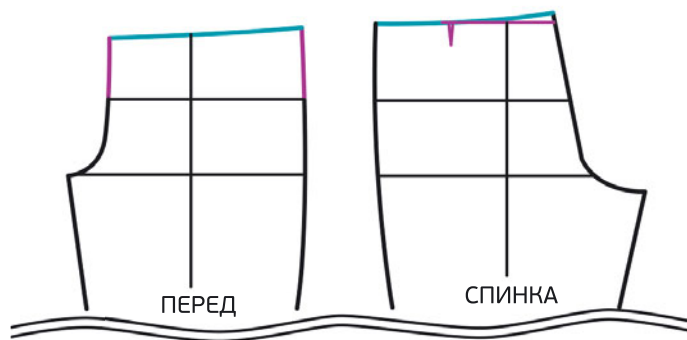

РИС. 3
- линия синим цветом (рис. 3) расположена примерно на промежуточной линии бедер (около 10 см ниже талии); в этом месте вытачки игнорируются. В данном случае наложите непосредственно пояс.